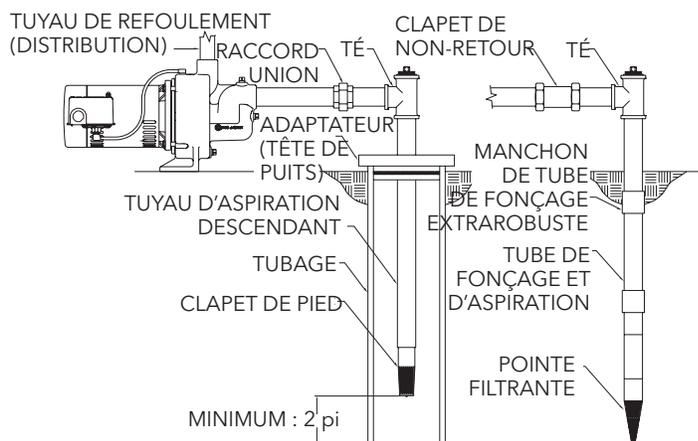

Figure 1 – Installations pour puits peu profonds et à pointe filtrante
Raccords et accessoires de tuyauterie (clapets de pied, adaptateurs de tête de puits, manchons, raccords unions et tuyaux) doivent être achetés à part. La pompe Red Jacket peut être reliée horizontalement à un tuyau de puits peu profond ou de pointe filtrante (fig. 1).
6. À la jonction du tronçon horizontal au tuyau descendant, poser un té ou un adaptateur approprié de 1 ¼ po (fig. 1). Le té peut servir au nettoyage du puits.